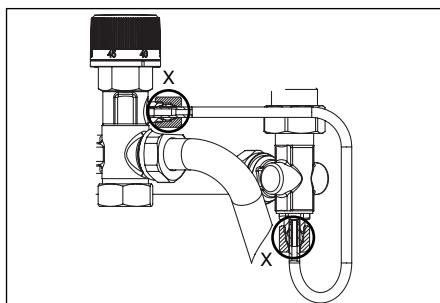

Fig. 6.13 Illustration montage 1341271 / 1341274
11. Insérer les extrémités du tube en cuivre dans le corps ou le bouchon jusqu'en butée. (Respecter la fig. 6.13 pour la direction du tube en cuivre!)